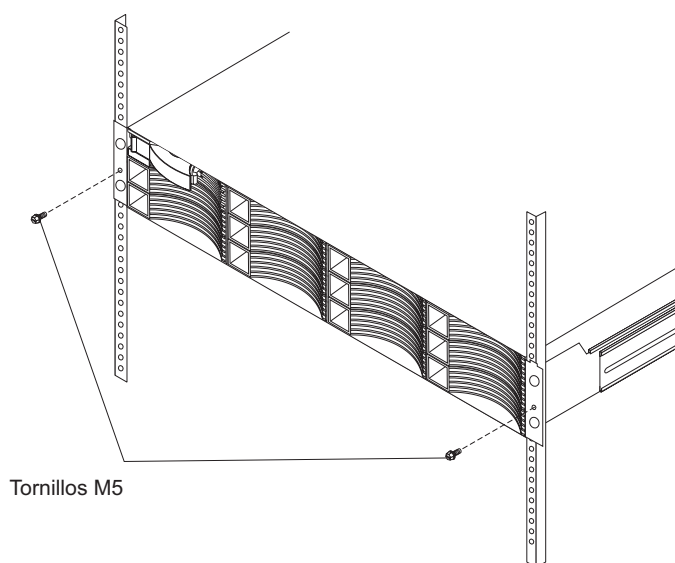
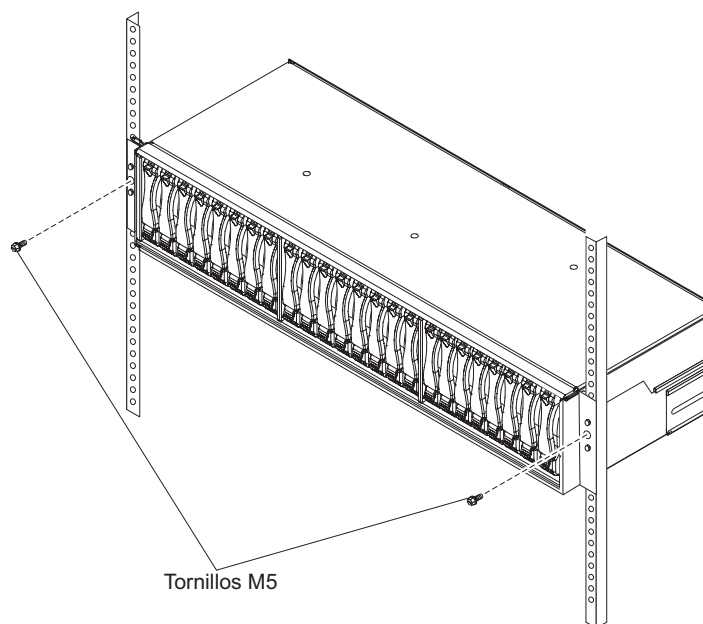

Figura 11. Anclaje de un DS3512 o EXP3512 a un bastidor
Figura 12. Anclaje de un DS3524 o EXP3524 a un bastidor
4. Ajuste el subsistema de almacenamiento o el alojamiento de expansión con un tornillo M5 en el agujero de soporte de la parte frontal (no es necesario añadir arandela), tal y como se muestra en Figura 11 para el DS3512 o EXP3512 y en Figura 12 en la página 13 para el DS3524 o EXP3524.